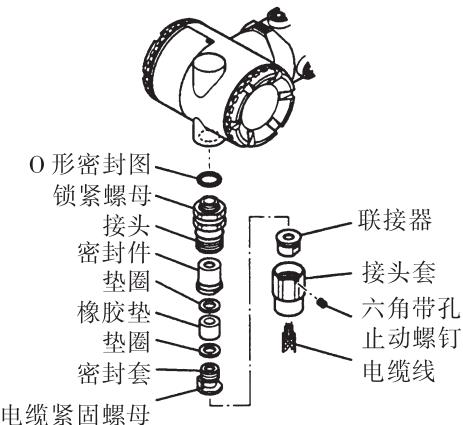

图 6.4.2c 防爆密封接头的安装
- 隔爆密封接头与接线盒的连接(参照图 6.4.2c)
- ① 将隔爆密封接头拧进配线口，直到 O 型密封圈接触到配线口位置为止(至少 7 圈)，然后拧紧锁紧螺母。
- ② 松开电缆紧固螺母。
- ③ 按接头套、联接器、密封件、垫圈、橡胶垫、垫圈、密封件顺序，插入电缆。
- ④ 电缆的端子插入接盒。
- ⑤ 拧紧接头套，使电缆固定，拧紧程度是：电缆露出部分上下摇动而电缆内藏部分不动。该紧固程度非常重要。如拧过紧，则造成电缆断线，拧紧不够，则不能隔爆。
- ⑥ 用电缆紧固螺母固定电缆。
- ⑦ 拧紧接头套上的内六角螺钉。
- ⑧ 将各电缆线接到相应端子上。